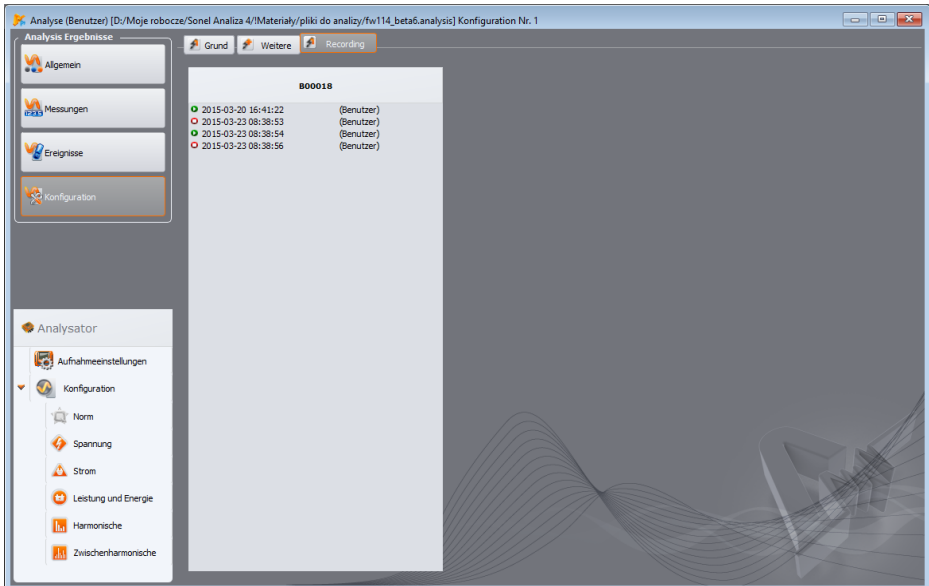

Abb. 73. Konfigurationsvorschau - Liste der Aufzeichnungsintervalle mit den zugewiesenen Zangentypen.
- alle Aufzeichnungsintervalle mit Zeiten und zugewiesenen Zangen (Abb. 73),